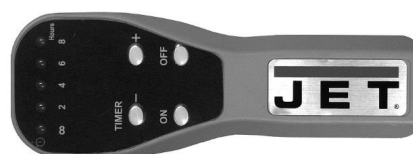

Abbildung 16
Zum Löschen der Werte der Fernsteuerung die Rücksetztaste Resete (C, Abb. 16) 3 Sekunden lang drücken, bis der Empfänger 3-mal piept.
1. Die Rücksetztaste Resete (C, Abb. 16) 1 Sekunde lang drücken, bis der Empfänger 1-mal piept.
3. Die Rücksetztaste Resete (C) 3 Sekunden lang drücken, bis der Empfänger 3-mal piept.